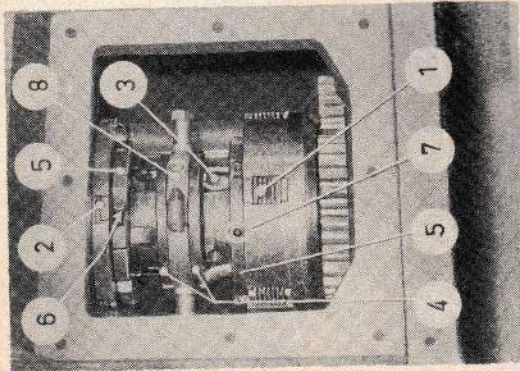

Bild 29
5. 300 UMSCHALTKUPPLUNG (Bild 29 bis 33)
Sie besteht aus 2 Sätzen von Lamellenkupplungen (1) und (2) Bild 29, von welchen die nach der Treibachse zu gelegene als Vorwärtskupplung (1), die andere als Rückwärtskupplung (2) dient.
5. 301 Beim Einschalten der gewählten Fahrtrichtung werden die Hebel (3) durch die Kurvenbahn der Muffe (4) nach innen geführt und drücken mit